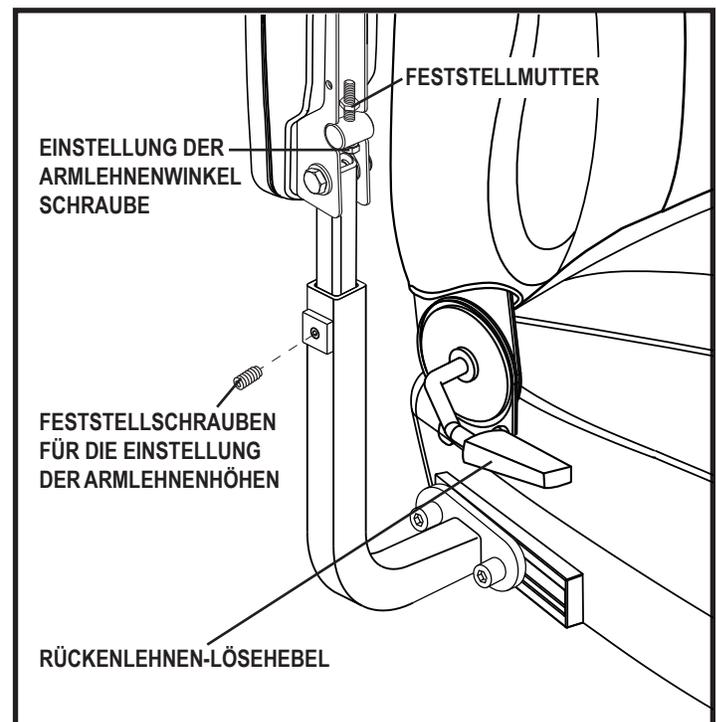

Bild 11. Einstellung der Rücken/Armlehnen
Falls Ihr Elektrorollstuhl mit einem Liegesitz ausgestattet ist, können Sie den Rücklehnenwinkel mit dem Lösehebel der Rücklehnen einstellen. Siehe Bild 11.
1. Heben Sie die Armlehne so, dass Sie senkrecht aufsteht. Siehe Bild 11.
1. Lockern Sie die beiden Feststellschrauben, die sich auf dem Griffstück der Armlehnen befinden. **Siehe Bild 11.**
5. Lösen Sie die Feststellschraube an der Unterseite jeder Armlehne. **Siehe Bild 11.**